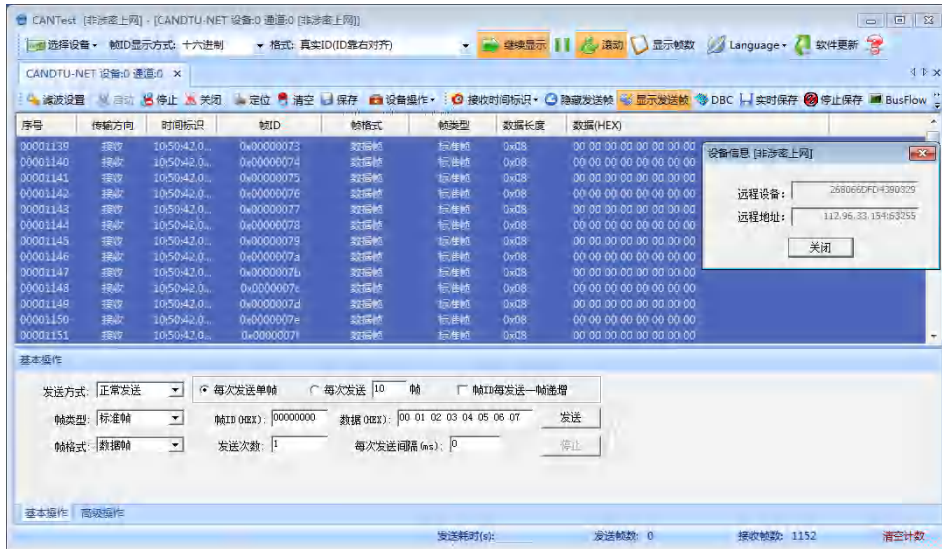

图 4.39 数据收发
4) 设备连接完成后如图 4.39 所示，数据显示区域即可显示收发的数据